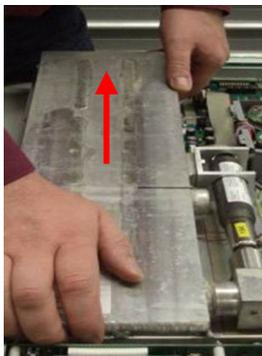

Abb. 55: Tank herausziehen
12. ▶ Tank im hinteren Bereich anheben und vorsichtig nach hinten herausziehen (Abb. 55).